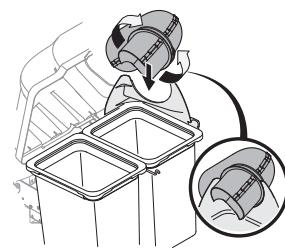

Figura 29
- Siga haciendo bajar el canal de descarga por sobre el codo del canal hasta que la ranura del canal de descarga se alinee con el soporte del canal superior, como se muestra en el recuadro de la Figura 29.